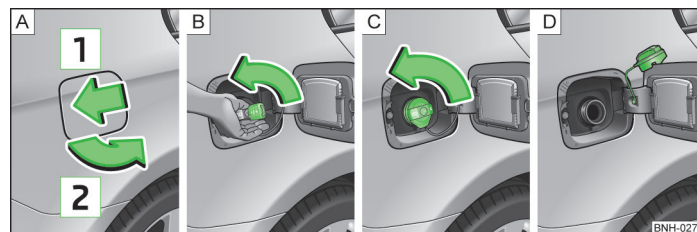

Abb. 131 Kraftstoffeinfüllstutzen
Auf der Innenseite der Tankklappe sind die für Ihr Fahrzeug vorgeschriebenen Kraftstoffsorten angegeben » Abb. 131 auf Seite 163.
- ▶ Auf die Tankklappe in Pfeilrichtung 1 drücken » Abb. 131.
- ▶ Den Tankverschluss mit der Hand festhalten und mit dem Schlüssel in Pfeilrichtung entriegeln » Abb. 131 - B.
- ▶ Den Tankverschluss in Pfeilrichtung herausdrehen » Abb. 131 - C.
- ▶ Den Tankverschluss von oben auf die Tankklappe stecken » Abb. 131 - D.
- ▶ Den Tankverschluss entgegen der Pfeilrichtung einschrauben » Abb. 131 - B, bis dieser hörbar einrastet.
- ▶ Den Tankverschluss mit einer Hand festhalten, durch Drehen entgegen der Pfeilrichtung verriegeln » Abb. 131 - D und den Schlüssel abziehen.
» Abb. 131 - [D].
- Den Tankverschluss auf den Kraftstoffeinfüllstutzen stecken und entgegen der Pfeilrichtung bis zum sicheren Einrasten drehen » Abb. 131 - [C].